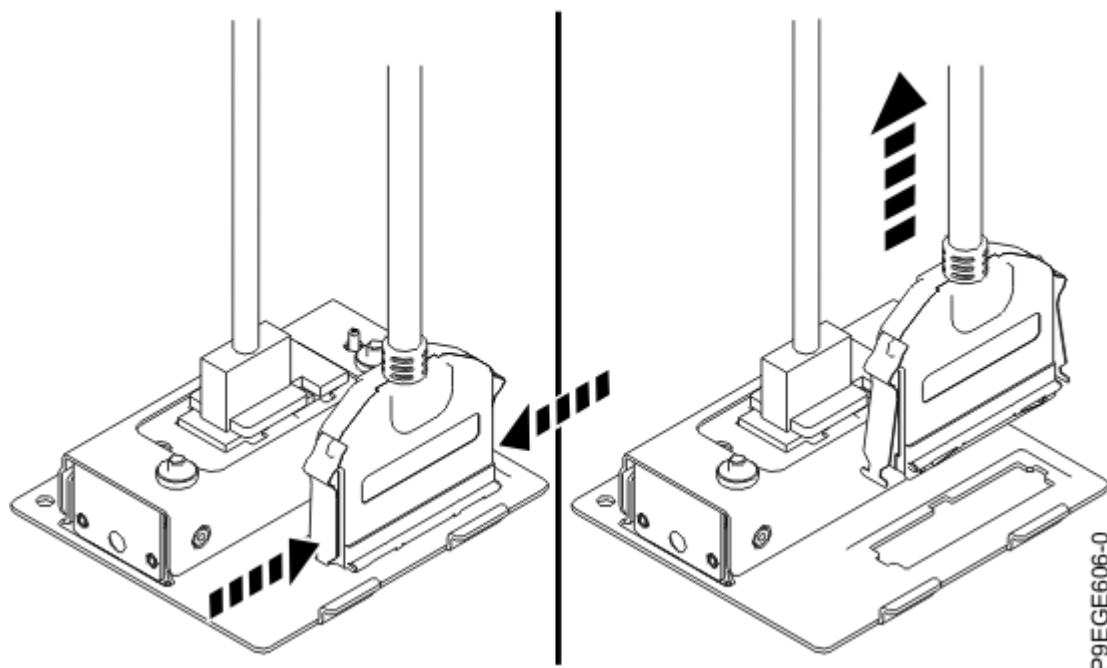

Figura 21. Removendo o cabo USB frontal e o soquete do suporte USB frontal
10. Pressione a trava de liberação para desconectar o cabo USB frontal do suporte do cabo USB frontal, conforme mostrado na Figura 21 na página 23.